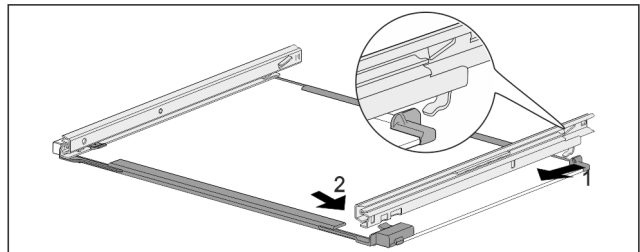

Fig. 175 Glassplate med skinner
- ▶ Hekt inn skinne bak. Fig. 175 (1)
- ▶ Hekt inn skinne foran. Fig. 175 (2)